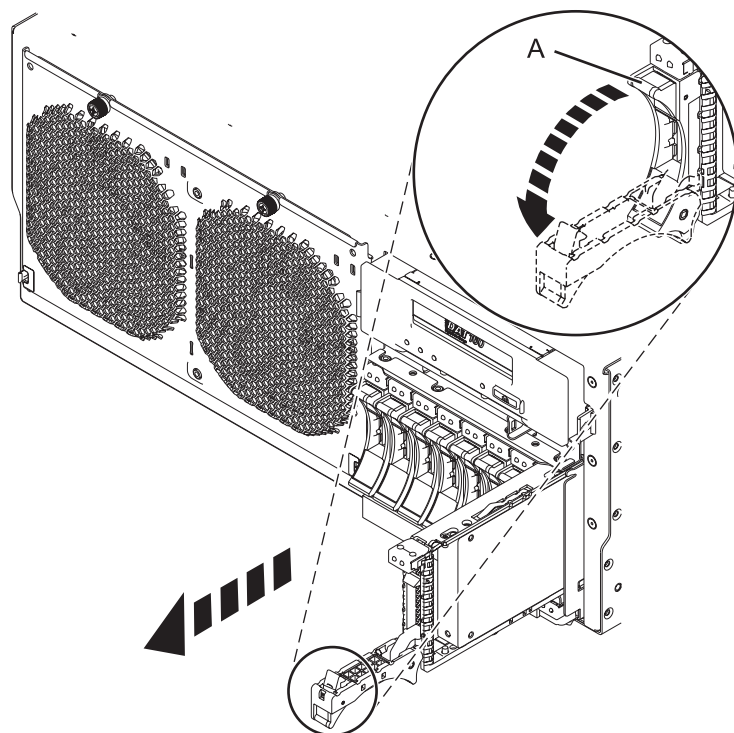

Figura 20. Extracció d'una unitat de disc del sistema
3. Quan el LED d'identificació es torni sòlid, desbloqueu la nansa de la unitat fent pressió i estirant-la cap a vosaltres, al com es mostra a la Figura 20. Si la nansa no ha sortit del tot, la unitat de disc o unitat d'estat sòlid no podrà lliscar fora del sistema o de la unitat d'expansió.